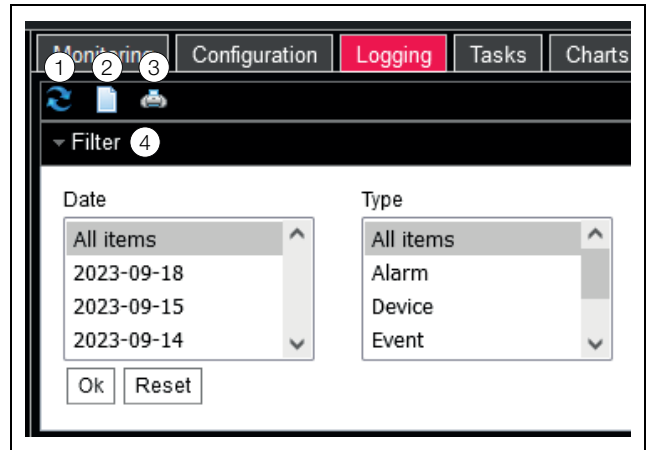

Abb. 36: Registerkarte Logging
- Klappen Sie den Bereich „Filter“ durch Anklicken aus (Abb. 36, Pos. 4).
- Klicken Sie auf das erste Symbol von links (Abb. 36, Pos. 1).
- Klicken Sie auf das dritte Symbol von links (Abb. 36, Pos. 3).
- Klicken Sie auf das zweite Symbol von links (Abb. 36, Pos. 2).